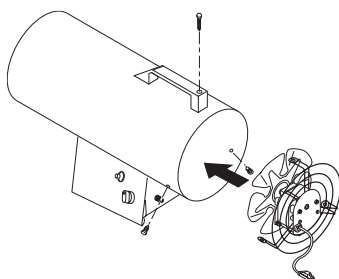

Figura 13 - Colocación del motor y del resguardo del ventilador en el calentador
11. Coloque el motor y el resguardo del ventilador en la parte posterior de la cubierta del calentador. Asegúrese que el cable de alimentación esté situado correctamente (consulte la figura 13).
8. Coloque el motor y el resguardo del ventilador en la parte posterior de la cubierta del calentador. Asegúrese que el cable de alimentación esté situado correctamente (consulte la figura 13, en la página 7).